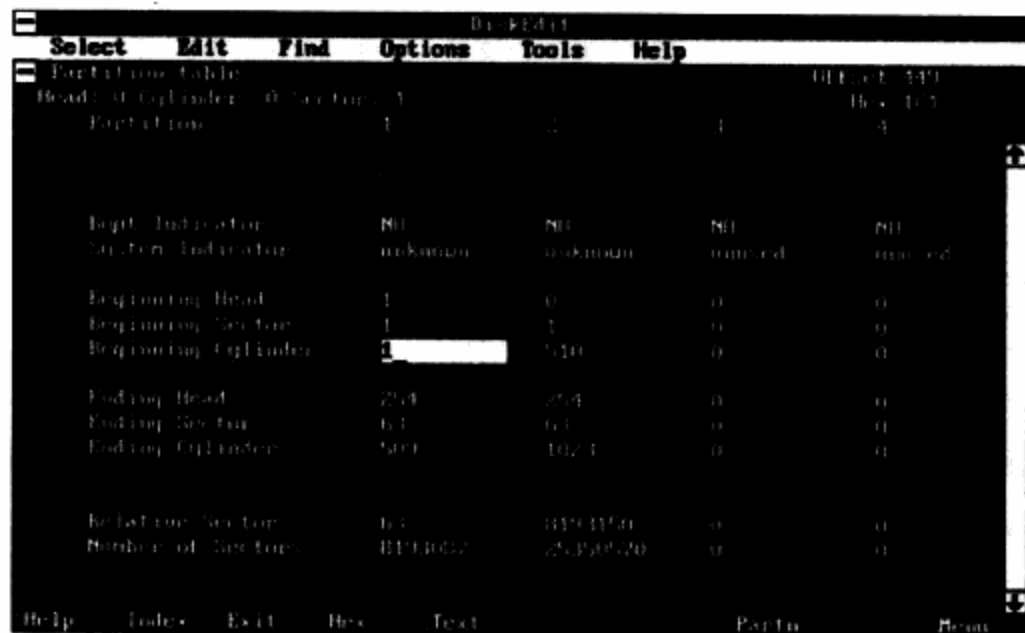

图9-45 选中Beginning Cylinder选项
**步骤 08** 这里需要修改的只是分区1所对应的Beginning Cylinder选项。将光标移动到第一分区的Beginning Cylinder选项上，将原来的0修改为1即可。如图9-45所示。如果1磁道也坏了，那么可以在这里输入2、3等。